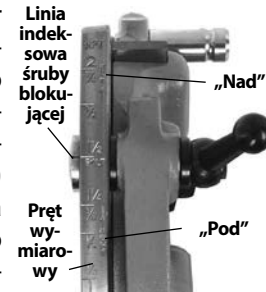

Rys. 12 – Wkładanie noży
6. Włożyć odpowiednie noże w głowicę gwinciarzką, krawędzią z numerami do góry, aż linia wskaźnikowa wyrówna się z krawędzią głowicy gwinciarzkiej (patrz Rys. 12). Numery na nożach muszą odpowiadać numerom na gniazdach noży w głowicy. Zawsze zmieniać noże całymi zestawami – nie wolno mieszać razem noży z różnych zestawów.